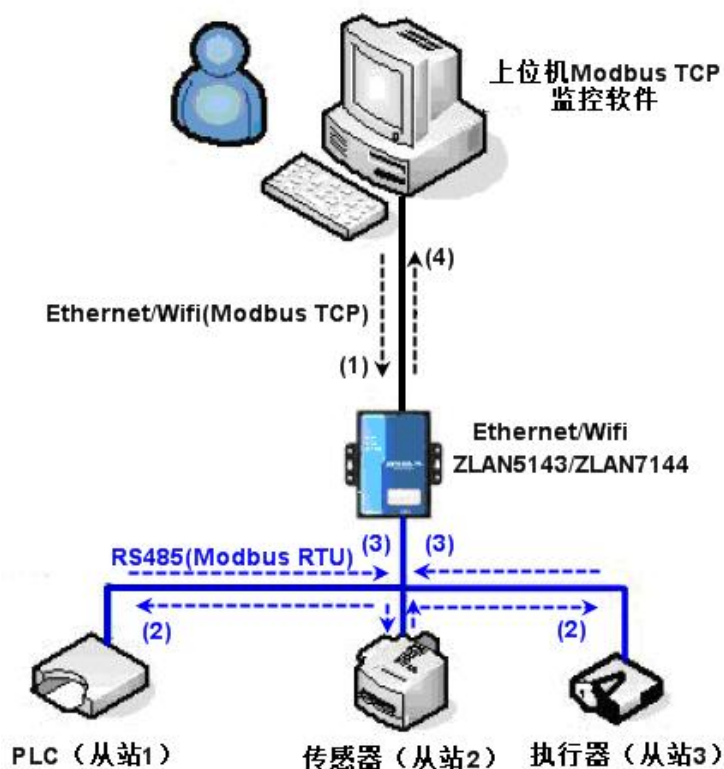

图 40 存储型 Modbus 网关工作方式
如图 40 所示：普通的 Modbus TCP 数据流方向为 (1) → (2) → (3) → (4)。即先将 Modbus TCP 指令转化为 Modbus RTU 的对应指令，然后设备应答 Modbus RTU 指令给 Modbus 网关，然后 Modbus 网关再次转化为 Modbus TCP 发送给监控上位机。